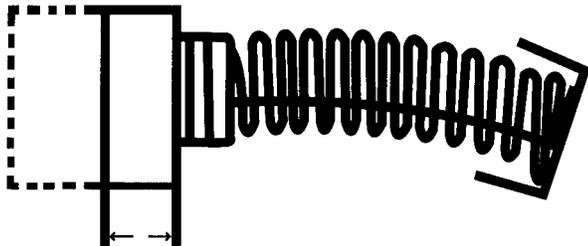

Figure 10 – Usure des balais du moteur
1. Les balais du moteur doivent être remplacés dès que leur épaisseur tombe à 6 mm (1/4 po) sinon, ils produiront des étincelles. Les deux balais doivent être remplacés simultanément (Figure 10).